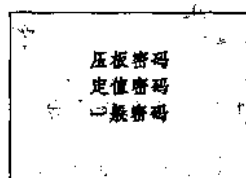

图 1.21 密码修改菜单
- 密码修改。在密码修改菜单中，有压板密码、定值密码和一般密码 3 个选项，如图 1.21 所示。其中压板密码用于压板修改、查看和定值区切换；定值密码用于定值和保护配置的修改；一般密码用于一般参数（如额定参数）的修改。